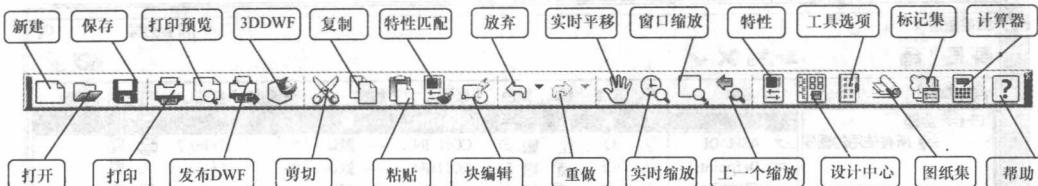

图 1-2 标准工具条
1. 标准工具条——功能如图 1-2 所示。主要包括:Windows 的常规命令、文件操作命令、绘图区屏幕的操作命令和一些辅助性的功能。其中“发布 DWF”命令 和“3DDWF” 是指将图形生成 AutoCAD 的浏览文件,后缀名为 *.dwf。“特性匹配” 命令的功能相当于 Office 系统中的“格式刷”功能,可以将一个对象的属性匹配给其他对象,在拾取对象时,十字光标右下角会出现一个小刷子。